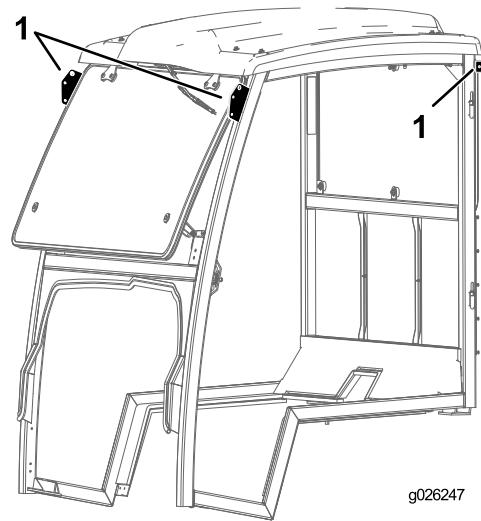

Figura 31
5. Afferrate il telaio della cabina utilizzando i punti di sollevamento e posizionate lo sulla macchina (Figura 31).